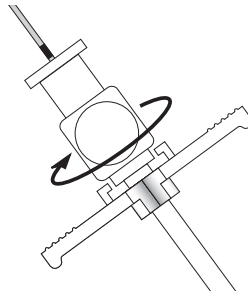
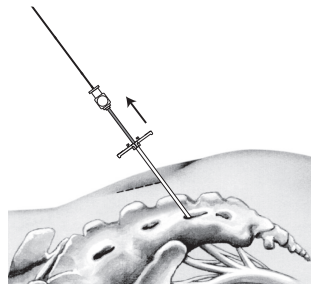

Figure 6. Débloquer le dilateur de la gaine de l'introducteur.
Figure 7. Enlever le guide directionnel et le dilateur.
5. Débloquer le dilateur de la gaine de l'introducteur (Figure 6). Enlever le guide directionnel et le dilateur, en laissant la gaine de l'introducteur en place (Figure 7).